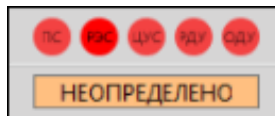

Рисунок 192 - Не определено
- **Не определено** – состояние ПКУ не определено из-за плохого качества сигнала (Рисунок 192).